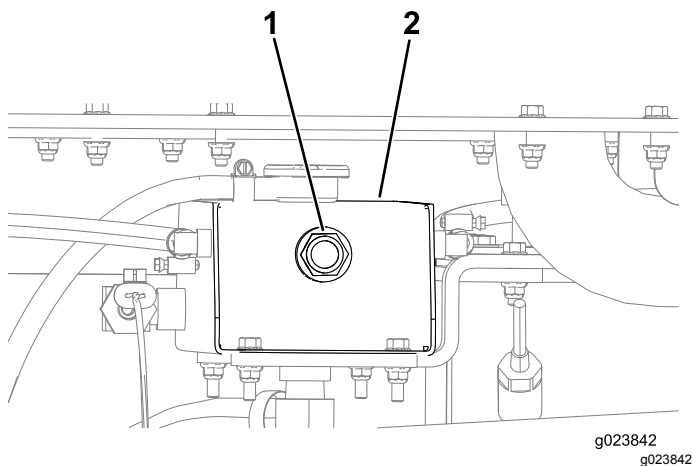

Figura 110
4. Compruebe el nivel de refrigerante observando la mirilla del extremo del depósito del radiador (Figura 110).